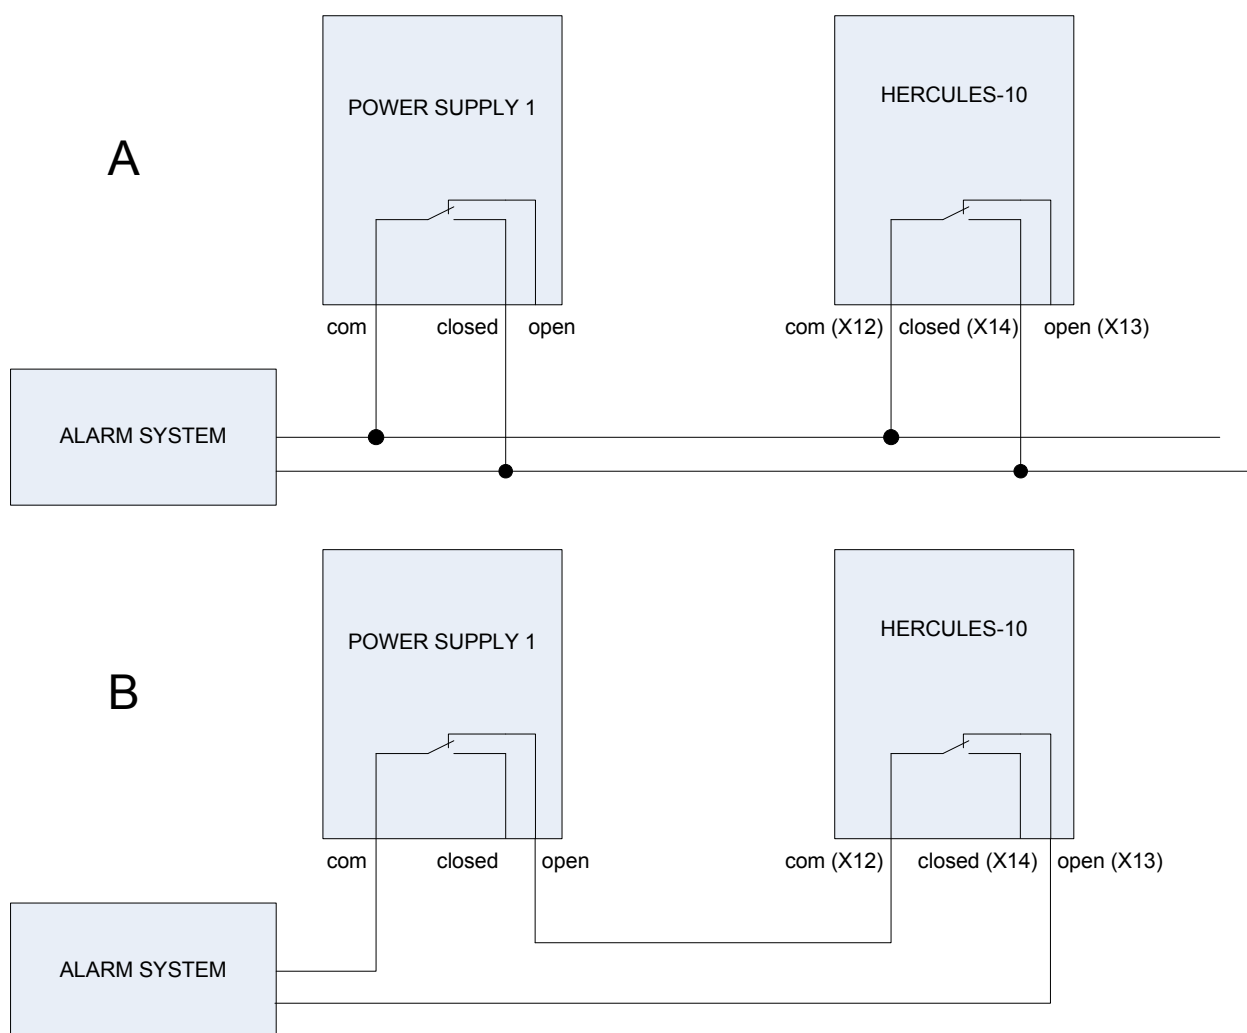

Рис. 3. Схемы подключения сигнализации срабатывающей на замыкание (А) / разрыв (В) цепи.
8. Подключение прибора к устройствам внешней сигнализации должно быть выполнено в соответствии с Рисунком 3. Подключите провода сигнализации к клеммам XS5. Вариант срабатывания сигнализации на замыкание цепи: клеммы X12, X14 (Рис.3 “А”). Вариант срабатывания сигнализации на размыкание цепи: клеммы X12, X13 (Рис.3 “В”).